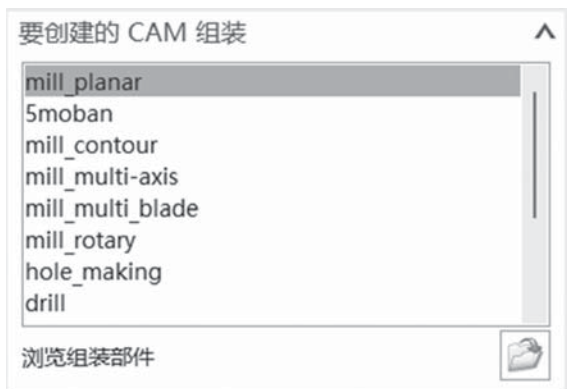

图 2-2-4 模块选择
(2) 在“应用模块”功能选项卡中单击  (加工) 图标，在弹出的“加工环境”对话框中的“要创建的 CAM 组装”模块选择“mill_planar”选项，再单击“确定”按钮，如图 2-2-4 所示。